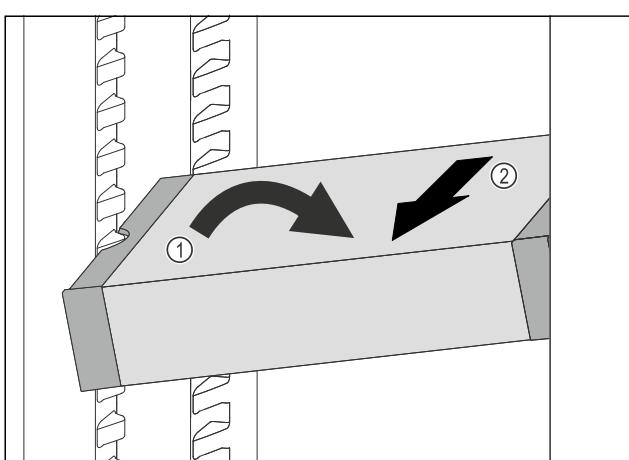

Fig. 103
► Расположите VarioSafe в холодильном отделении под наклоном. Fig. 103 (1)
► Извлеките VarioSafe движением вперед. Fig. 103 (2)